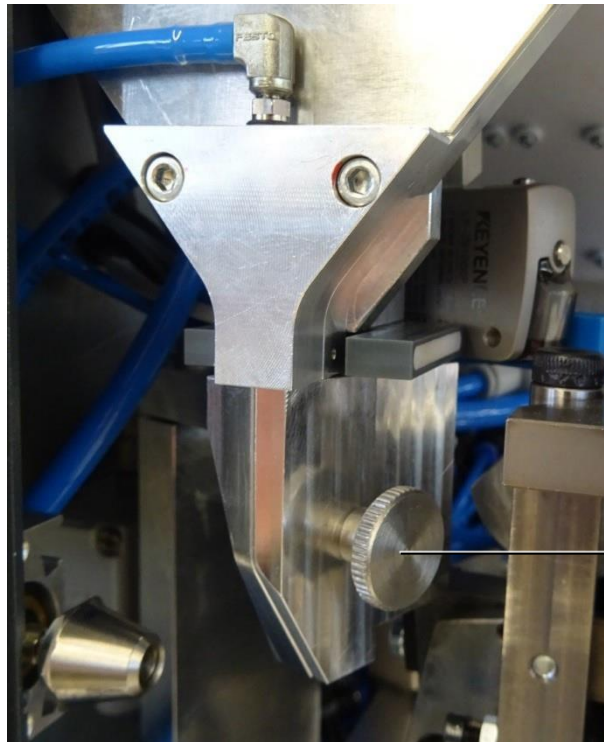

Fig. 17: Faldrør
- Fjern faldrørets dæksel. Løsn fingerskruen (fig. 17, pos. 1).